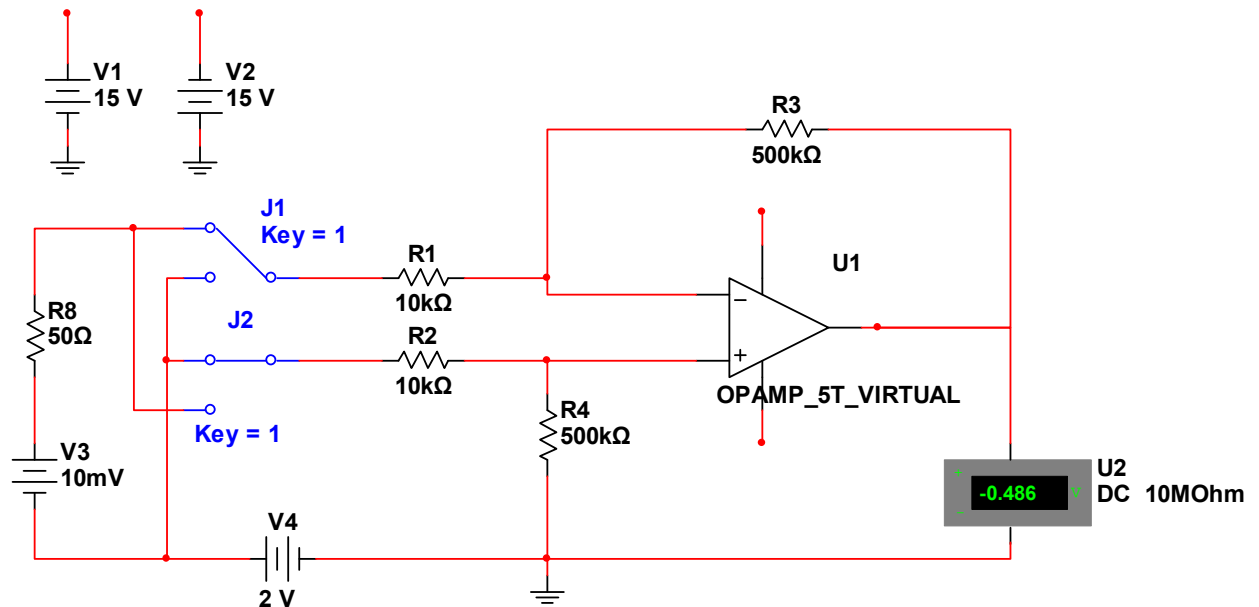
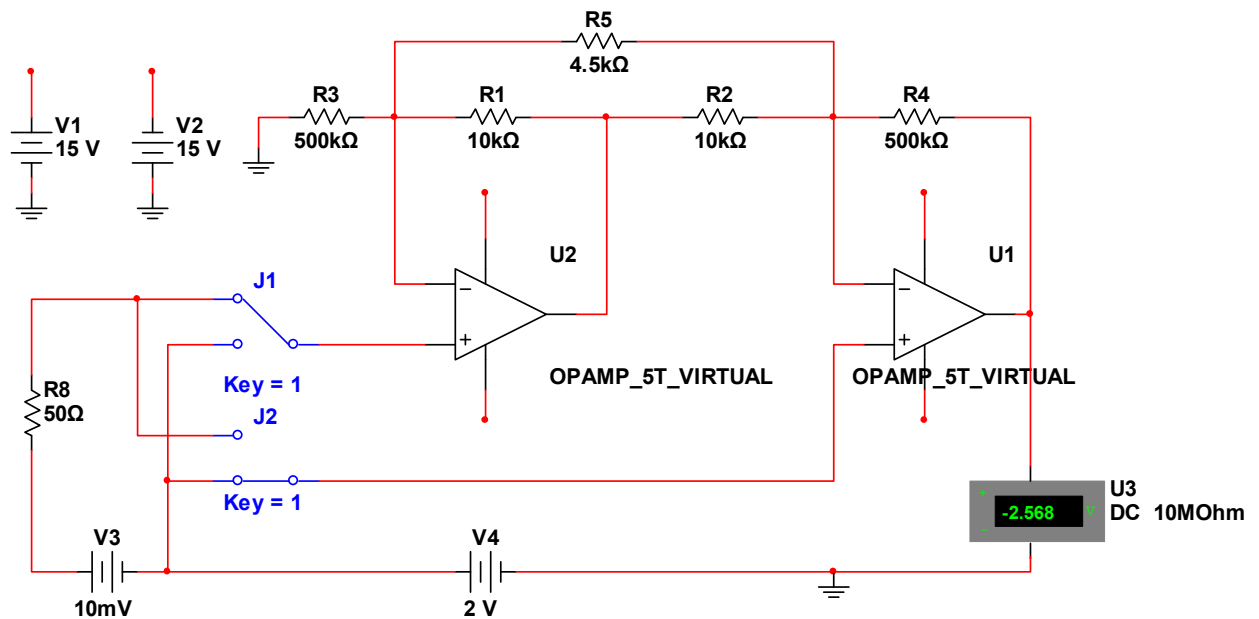
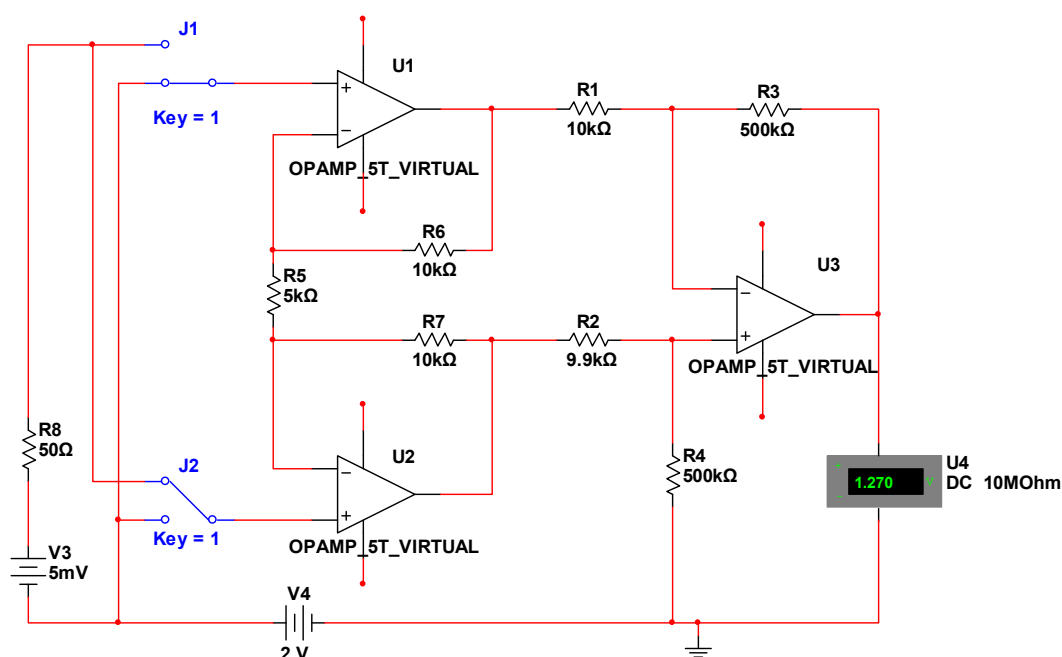

Рис.2 Схема моделирования ИОУ на одном усилителе для оценки характеристик в статическом режиме.
Рис.6 Схема моделирования инструментального усилителя на 2-х ОУ.
Рис.7 Схема моделирования инструментального усилителя на 3 ОУ.
В частности, для повышения входного сопротивления дифференциального усилителя можно применять составной дифференциальный усилитель на двух ОУ в неинвертирующем включении (рис.2). Такое включение ОУ обеспечивает, как известно, очень большое входное сопротивление.
Например, при  $\delta m \leq 0,1\%$  и  $m = 99$ , что соответствует номиналам, указанным на рис.2, имеем  $m = 100$ ,  $КОСС \geq 80$  дБ.
Для еще большего повышения КОСС в схеме рис.2 один из резисторов (например,  $R_1$ ) делается подстраиваемым. Для осуществления регулировки коэффициента передачи вводится дополнительный регулируемый резистор  $R_5$ . Тогда
1. Откройте файл dif.ms10 (рис.2).
Схема, приведенная на рис.2, была получена из предыдущей схемы путем добавления источника дифференциального сигнала (источник постоянного напряжения V3) с конечным внутренним сопротивлением, представленным в виде управляемого резистора R8 (величина сопротивления устанавливается источником V6), а также добавлением ключей J1, J2, предназначенных для изменения полярности сигнала на входах дифференциального усилителя.
3. Рассчитайте и измените параметры схемы (рис.2) в соответствии с данными, приведенными в табл.1. для вашего варианта.
На рис.6 представлена схема ИОУ-2, выполненная на 2-х ОУ (U1,U2). Назначение элементов схемы аналогично схеме, приведенной на рис.2. Схема ИОУ-2 в отличие от ИОУ-1 обладает большим входным сопротивлением, а регулировка коэффициента усиления осуществляется резистором  $R_5$ .
1. Откройте схему iou.ms10 (рис.6).
На рис.7 представлена схема ИОУ-3, выполненная на 3-х ОУ (U1, U2, U3). Входные каскады (U1, U2) работают в режиме повторителей, а выходной каскад (U3) в режиме диф. усилителя с фиксированным коэффициентом передачи. Схема обладает большим входным сопротивлением, а регулировка коэффициента усиления осуществляется резистором  $R_5$ . Назначение остальных элементов схемы аналогичны схеме, приведенной на рис.2.